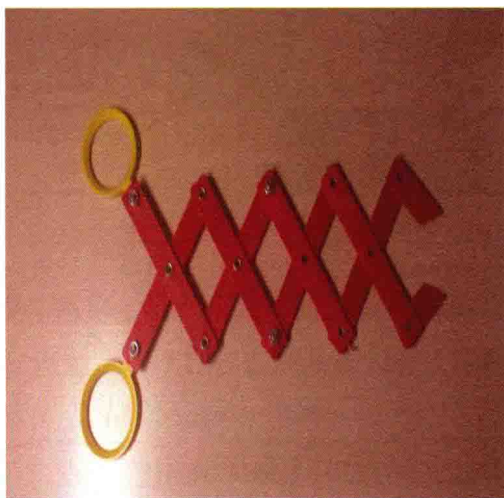

图9 连接手柄后效果
(2) 拿出2个手柄接在四边形模型的两端，拿出2个螺钉和2个螺母接在两个手柄上，如图9所示。